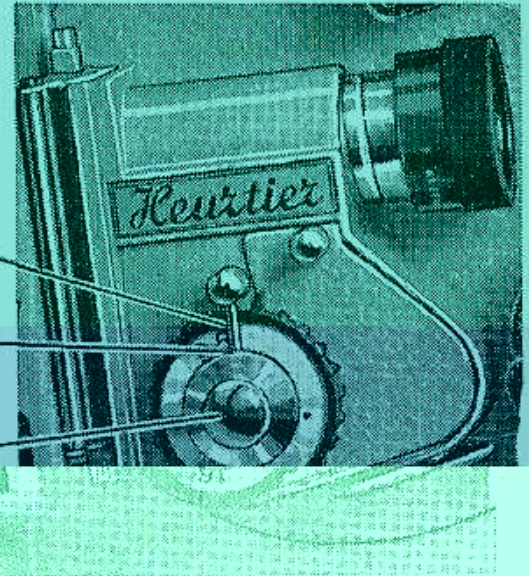

Fig. 1
Pour cela tourner le bouton central (B) de manière à placer son encoche en face de la broche du verrou (A) (fig. 1).